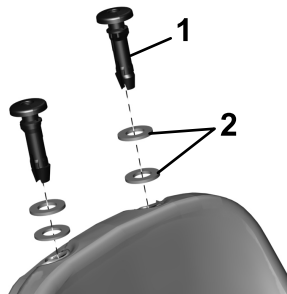

図 2
4. 各バックレスト延長用ブッシュに、ゴム製ワッシャ2枚を入れる（図 2）。
5. シート状面の各穴に、バックレスト延長用ブッシュを入れる（図 2）。ブッシュ内部に